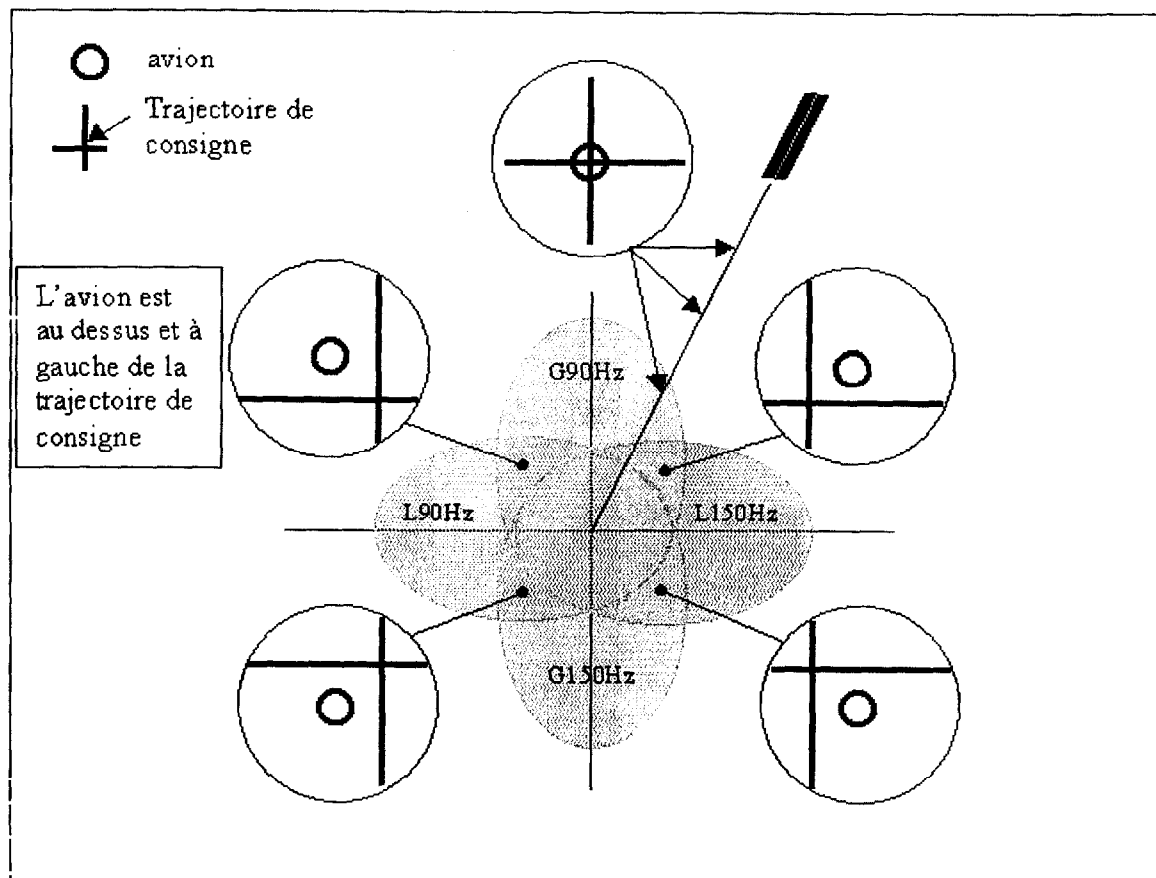

Figure 5 : affichage dans le cockpit de la position de l'avion
- **a** : l'identifiant de la piste et le cap (« localizez ») sont transmis par une porteuse modulée en amplitude située dans la bande VHF (108,1 MHz – 111,95 MHz) ; cette bande comporte 40 canaux ; de plus, un canal 0 « Self TEST » est réservé à 107,95 MHz (cf. tableau page DT37) ; à chaque canal « alignement » est apparié un canal « pente ». L'identifiant, codé en MORSE sur 3 lettres, (cf. tableau page DT33) permet à l'aéronef de reconnaître la piste sur laquelle il doit atterrir. Au modulant « alignement » sont associées deux fréquences, 90 Hz (« trop à gauche ») et 150 Hz (« trop à droite ») – (cf. page DT5 et figure 5 ci-dessous).
- Pilote : il gère les différentes commandes de l'appareil et contrôle son bon fonctionnement . Pour ce qui est de l'atterrissage, il communique avec la tour de contrôle qui lui transmet le « nom » de la piste ; il accorde le récepteur ILS en sélectionnant le canal des fréquences associées à la piste ; il identifie le code morse (3 lettres) caractérisant l'identifiant de la piste ; il lie sur les instruments la position de l'appareil (cf. fig.5) par rapport à la consigne émise par l'aéroport et corrige les écarts éventuels (« alignement » et « pente ») en agissant sur les commandes appropriées.